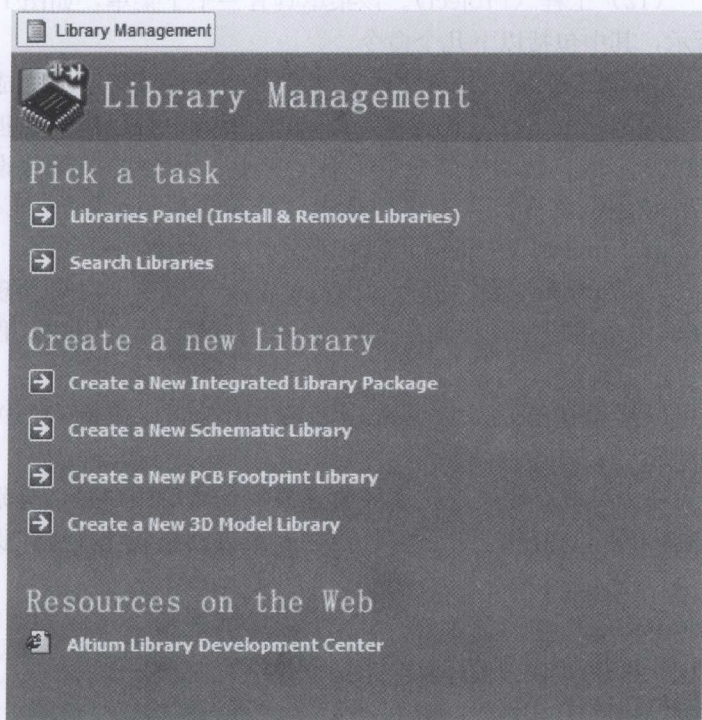

图 1-6 库管理的命令选项列表
(9) Library Management (库管理)。选择该选项后,系统会弹出库管理的命令选项列表,如图 1-6 所示。
(10) Altium Designer 的库管理包括创建集成库 (Integrated Library)、原理图元件库 (Schematic Library)、PCB 封装库 (PCB Footprint Library) 和 PCB3D 库,如图 1-6 所示。